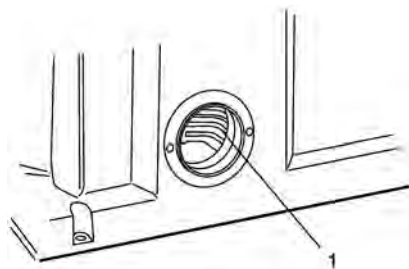

fig. 3 - salida para la aspiradora de polvo
La salida de polvo (1) se encuentra en la parte trasera de la máquina, fig. 3, la cual puede ser acoplada en una aspiradora industrial.